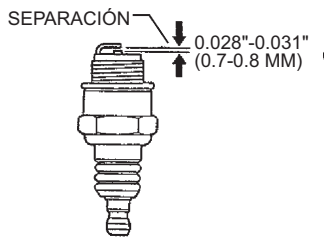

Figura 20. Separación entre puntas de la bujía
3. Quite y limpie la bujía (vea la Figura 20), y después ajuste la separación entre las puntas de la bujía a 0.028~0.028 pulgadas (0.6~0.7 mm). Esta unidad dispone de encendido electrónico, lo que no requiere ajustes.